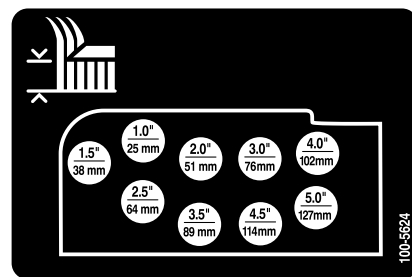

Bild 19
- Montieren Sie die Schnitthöhenketten im gewünschten Schnitthöhenloch und befestigen Sie sie mit dem Splint und dem Lastösenbolzen (Bild 19).